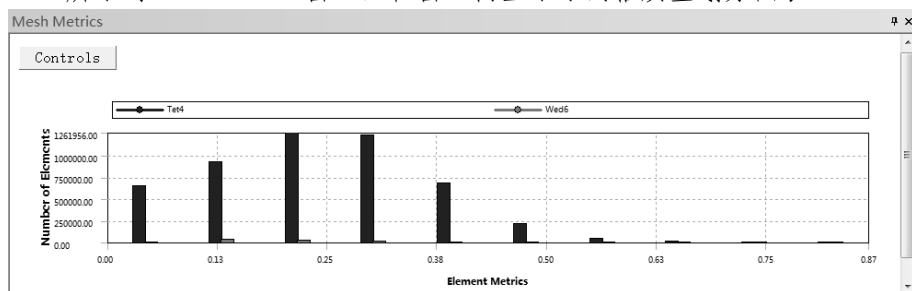

图 3-43 Skewness 图表
⑦ Skewness (偏斜) 为网格质量检查的主要方法之一, 有两种算法, 即 Equilateral-Volume-Based Skewness 和 Normalized Equiangular Skewness。其值位于 0~1 之间, 0 最好, 1 最差。选择此选项后, 在信息栏中会出现如图 3-43 所示的 Mesh Metrics 窗口, 在窗口内显示了网格质量划分图表。